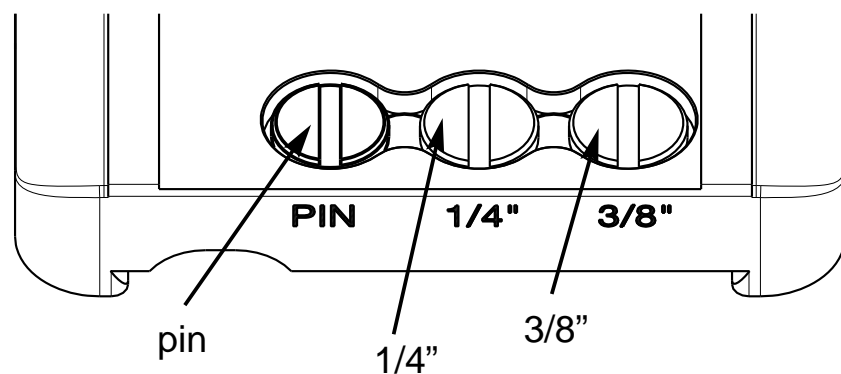

Abb. 3
- > Falls Sie Ihre Kamera entweder mit zwei 3/8" Schrauben oder mit einer 1/4" Schraube und einem Pin befestigen wollen, haben Sie die Möglichkeit, die in den Parkpositionen (siehe Abb. 3) positionierten Schrauben zu verwenden.